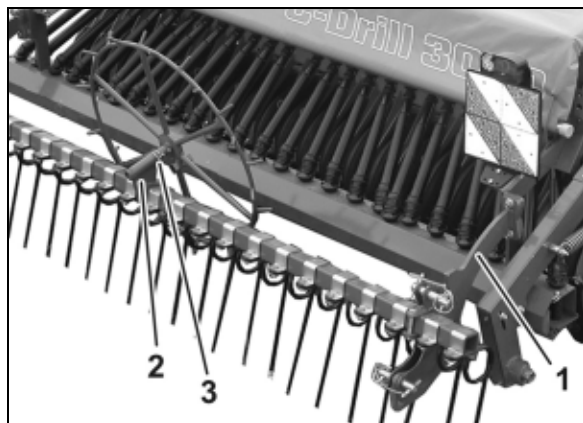

Fig. 21
10. Zaadeg met houder (Fig. 21/1) aan **C-Drill** monteren.
11. Houder voor het stapwiel (Fig. 21/2) aan de balk van de zaadeg monteren.
Stapwiel op aandrijfas schuiven en met overslagpen (Fig. 21/3) borgen.
Aanbouw van de zaadeg, zie Fig. 21.